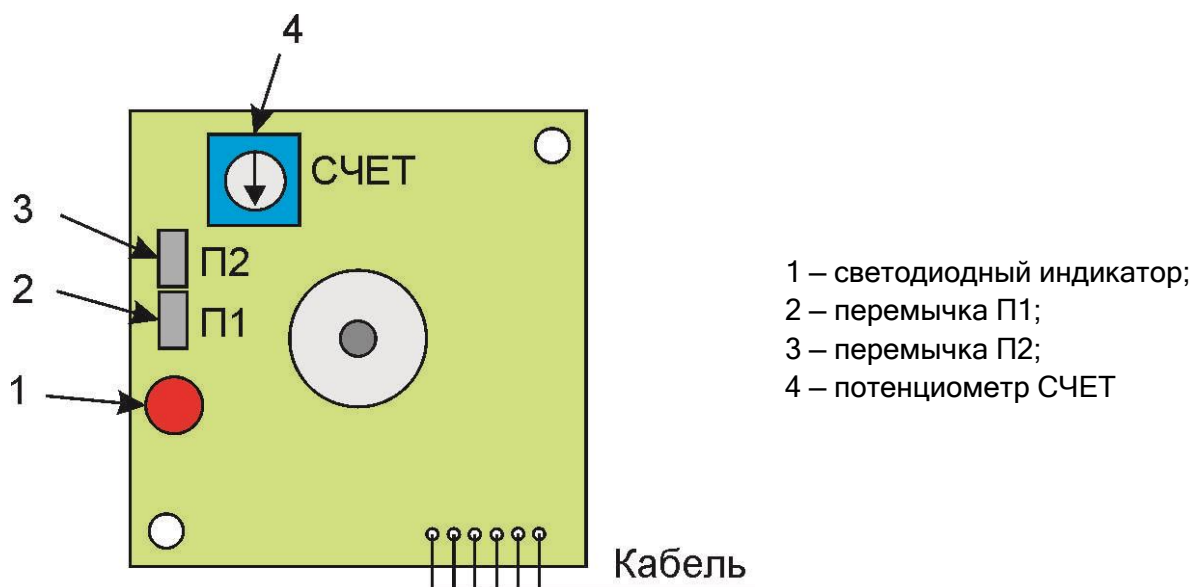

Рисунок 2 – Расположение элементов коммутации и индикации на плате
Светодиодный индикатор (см. рисунок 2, поз. 1) предназначен для индикации состояния изделия. Зависимость состояния светодиодного индикатора от состояния ИПП приведена в таблице 3.
Перемычка П1 (см. рисунок 2, поз. 2) предназначена для установки (изменения) состояния контактов реле Ш2 («Неисправность») в соответствии с таблицей 4.
1.3.7 Потенциометр СЧЕТ (см. рисунок 2, поз. 4) предназначен для регулировки помехоустойчивости изделия путем установки количества превышений порога (Ni) в заданном интервале времени (t). В помещениях с большой скоростью распространения пламени это время должно быть минимальным, в помещениях, где пламя распространяется медленно, устанавливается максимальное время.